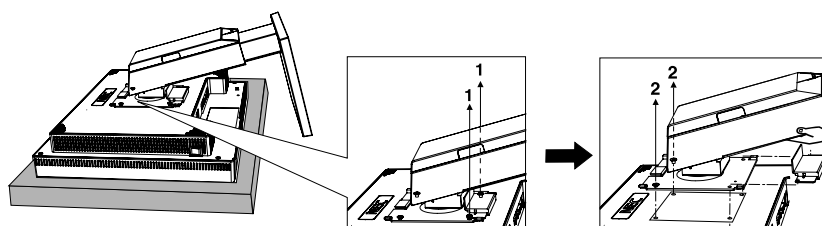

Abbildung S.4
4. Lösen Sie die Schraubenpaare „1“ und „2“ nacheinander (**Abbildung S.4**).